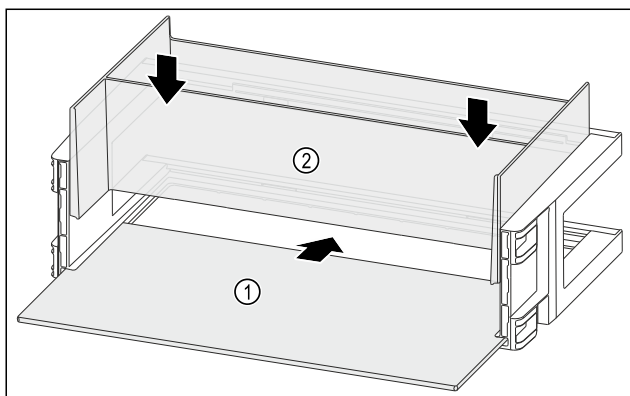

Fig. 98
- Вкарайте рафта Fig. 98 (1) в страничните прорези.
- Поставете организатора Fig. 98 (2).